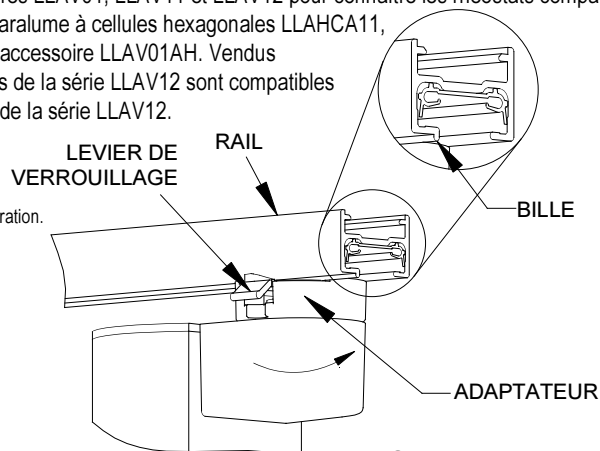

FIG. 1
1. Insérer l'ADAPTATEUR dans le RAIL. Le LEVIER DE VERROUILLAGE doit être sur le côté du rail où se trouve la bille. (FIG. 1)